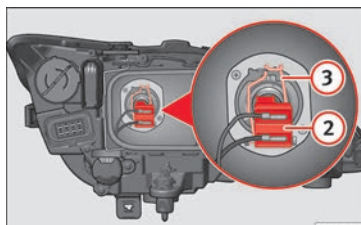

Fig. 206 Feux de croisement.
- Retirez le connecteur » fig. 206 ② de l'ampoule.
- Débranchez le ressort entrebâilleur » fig. 206 ③ en le pressant vers l'intérieur et vers la droite.